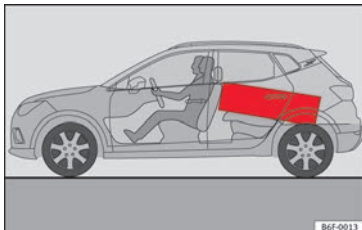

Abb. 162 Legen Sie schwere Gegenstände möglichst weit nach vorn.
- Verstauen Sie schwere Gepäckstücke so weit wie möglich vorne im Gepäckraum **» Abb. 162.**